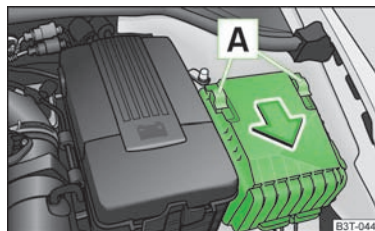

Fig. 188 Couverture de la boîte à fusibles dans le compartiment moteur
- Pour retirer le couvercle de la boîte à fusibles, pousser l'étrier de sûreté » fig. 188 vers l'avant jusqu'en butée. Ceci découvre le symbole derrière l'étrier. Retirez alors le cache.